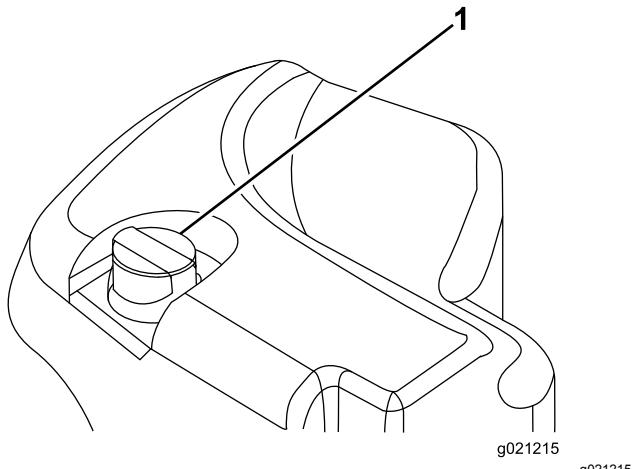

Рисунок 30
- Очистите зону вокруг заливной горловины и крышки гидравлического бака (Рисунок 30). Снимите крышку с заливной горловины.